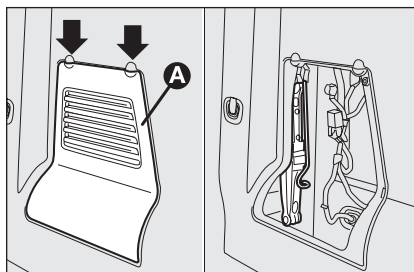

fig. 2
- ☐ op enkele uitvoeringen moet de beschermklep **A-fig. 2** worden verwijderd om de krik te bereiken;